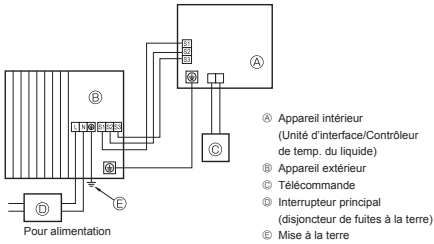
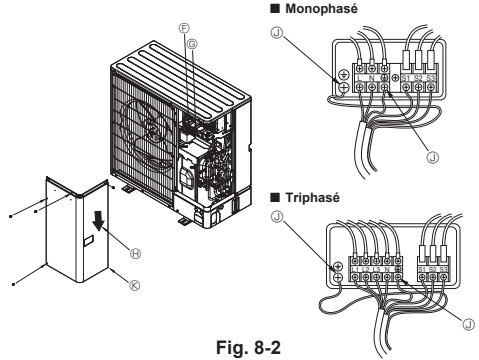

Fig. 8-1
Fig. 8-2
8.1. Appareil extérieur (Fig. 8-1, Fig. 8-2)
- ① Retirer le panneau de service.
- ② Effectuer le câblage conformément aux Fig. 8-1 et Fig. 8-2.